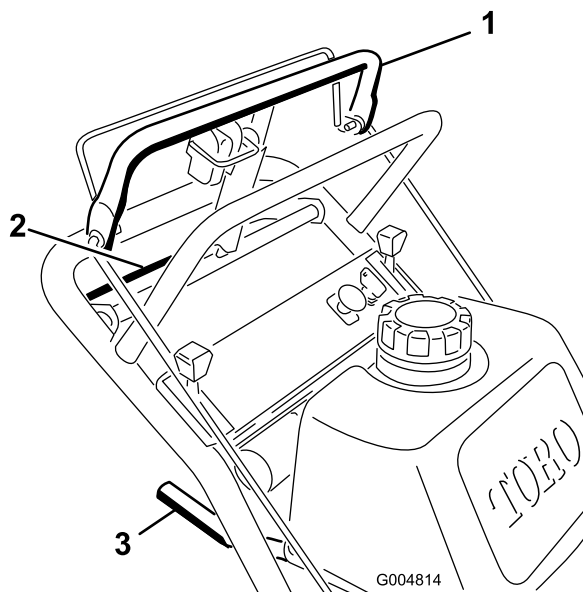
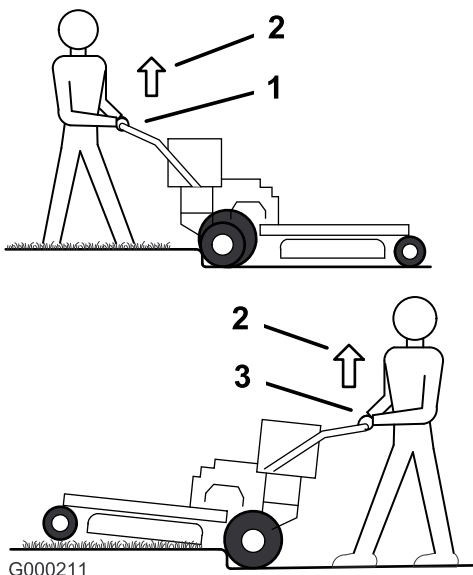

Figura 17
Figura 18
1. Para ir hacia adelante, mueva la palanca de cambio a una marcha hacia adelante (Figura 17).
3. Presione lentamente la barra de control superior para ir hacia adelante (Figura 17).
Para ir en línea recta, aplique la misma presión a ambos extremos de la barra de control superior (Figura 17).
Para girar, libere la barra de control superior en el sentido en que desea girar (Figura 17).
3. Apriete lentamente la barra de control inferior y el manillar para ir hacia atrás (Figura 17).
3. Conduzca la máquina hasta que las ruedas giratorias toquen el bordillo (Figura 18).
4. Levante la parte delantera de la máquina empujando hacia abajo en el manillar (Figura 18).
5. Haga avanzar la máquina hasta que las ruedas de tracción toquen el bordillo (Figura 18).
6. Baje la parte delantera de la máquina (Figura 18).
7. Al mismo tiempo, engrane la barra de control inferior y levante el manillar inferior para conducir la máquina por el bordillo (Figura 17 y Figura 18).
3. Haga retroceder la máquina hasta que las ruedas de tracción toquen el bordillo (Figura 18).
4. Al mismo tiempo, engrane la barra de control inferior y levante el manillar inferior (Figura 17 y Figura 18).